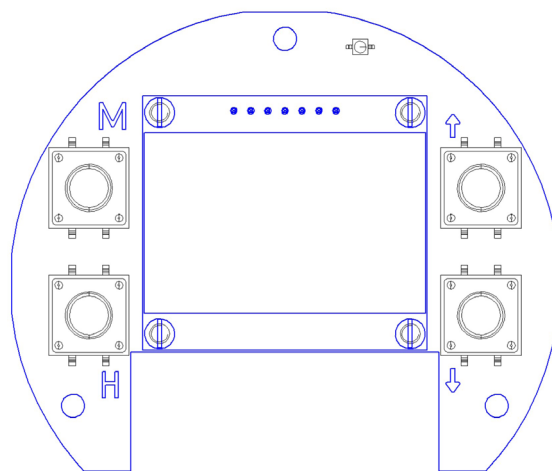

Рисунок 3 - органы индикации и управления ДНУ
3.1.1 ДНУ имеет OLED-индикатор расположенный под крышкой датчика (см. рисунок 3) который выводит информацию о уровне заполнения ёмкости или о расстоянии от датчика до материала.